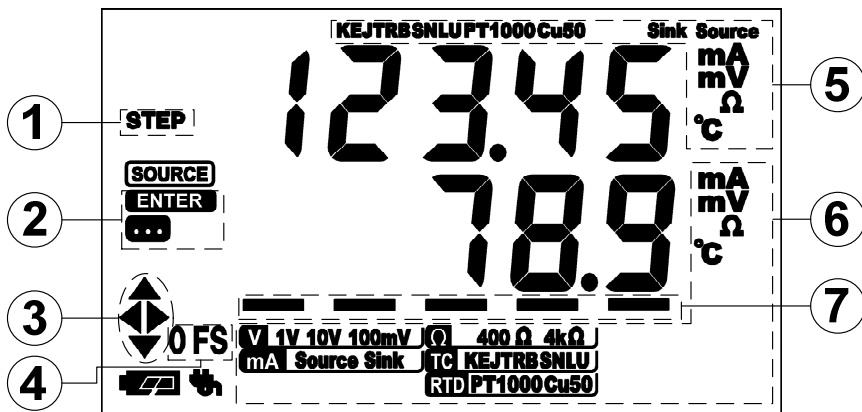
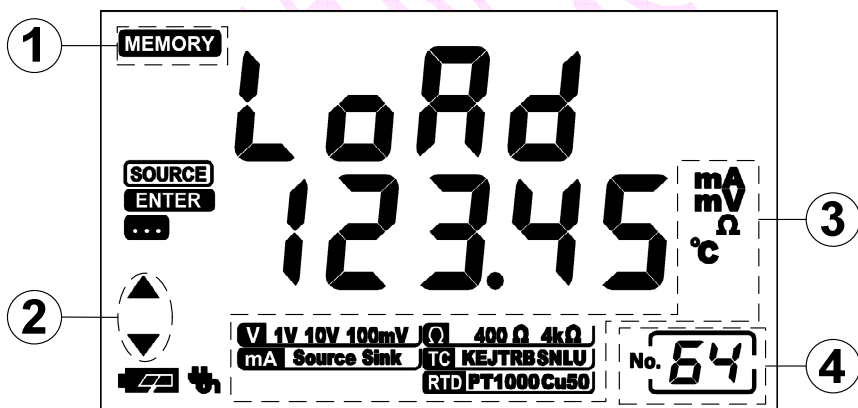

图 6.3 常规操作状态显示画面
图 6.5 读取常用输出值的显示画面
(2) 通过按 **▲** **▼** 键切换当前存储位置 1~64，位置数字显示在左下角。
(3) 选好存储位置后，按住 **STORE** 键，直到显示退回到如【图 6.3】所示的常规操
(1) MMB 在正常操作时，按 **RECALL** 键，MMB 切换到读取状态显示：显示内容如【图 6.5】所示
(2) 通过按▲▼键切换选择读取位置 1~64，位置数字显示在左下角。随着切换读取位置，所选位置的存储值、信号类型和单位信息会实时在下排显示刷新。如果当前内存位置没有数据，则会显示“———”
(3) 选好需要读取的位置后，按 **ENTER** 键，显示会自动退回到如【图 6.3】所示的常规操作状态（上排“LoAd”字样消失，闪烁的内容停止闪烁），并直接按照存储的数据进行输出。
(4) 如果中途不想读取直接退回到常规操作状态，按 **MODE** 键即可。（显示值会清零，并且由于此时未进行读取操作，因此，退回常规操作状态后的输出信号类型仍为进入读取功能前的信号类型。）
例 4：按照例 3 在 No.50 位置存储完成后。在常规操作状态下按 **RECALL** 键，显示变成如【图 6.5】所示的式样，按▲▼键将左下角所示的存储位置改为 50，然后按 **ENTER** 键，显示退回到常规操作状态，并按照存储的 123.45 Ω 进行输出。